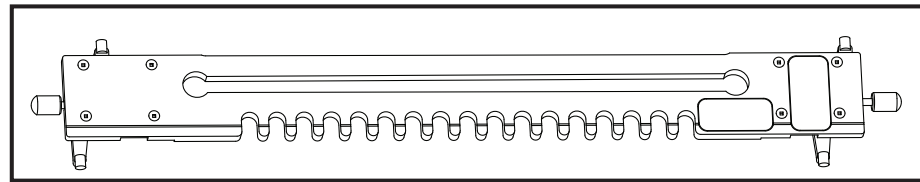

Fig. H2
- Plantilla digital fija (Fig. H2)